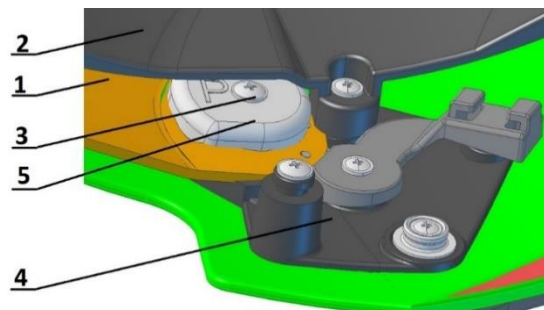

Fig. 17a Regolazione della visiera (nel caso di una visiera)
6. Avvitare la vite (punto 2, Fig. 17a) attraverso il foro nella cintura di ritenzione fuori dall'asse degli occhiali (punto 3, Fig. 17a).
7. Estrarre la frizione (punto 4, Fig. 17a), gli occhiali (punto 1, Fig. 17a)